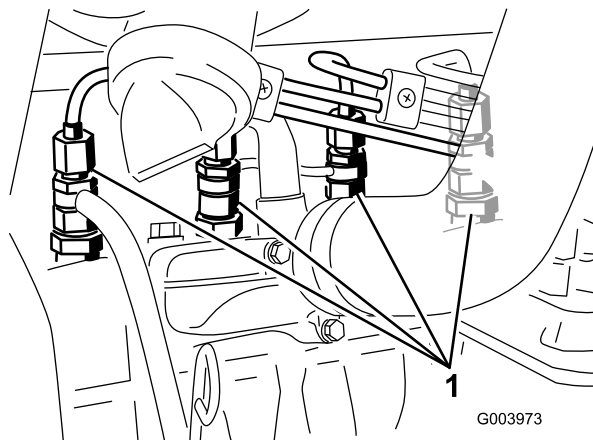

Figura 55
1. Liberte a tubagem que se encontra ligada ao injetor n° 1 e à estrutura de suporte da bomba de injeção (Figura 55).